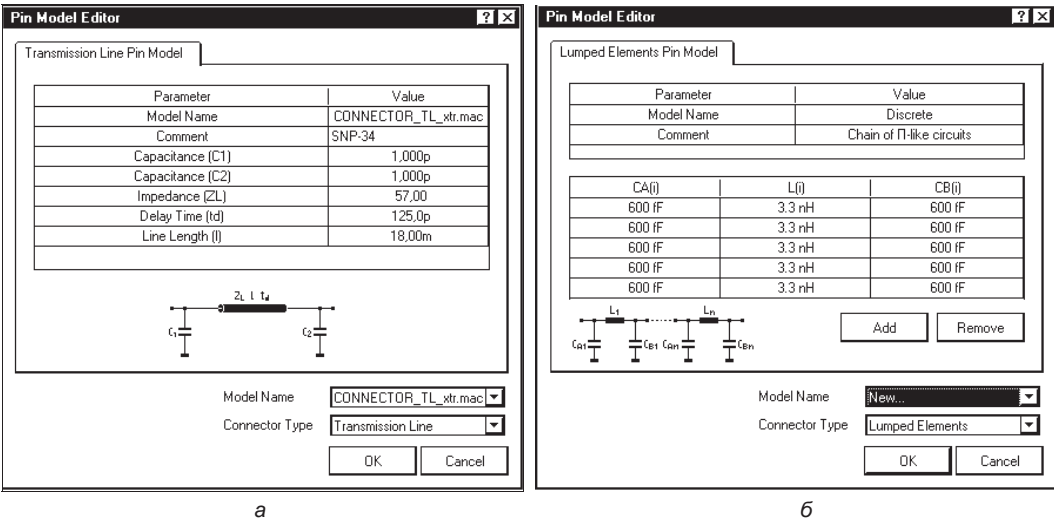

Рис. 8.60. Панель выбора модели для контактов соединителя: а — модель в виде линии передачи; б — модель в виде линии задержки из П-образных звеньев
- **Transmission Line Pin Model** — линия передачи с заданным временем задержки, волновым сопротивлением, физической длиной и с конденсаторами малой емкости на входе и выходе (рис. 8.60, а);
- **Lumped Elements Pin Model** — линия задержки из П-образных звеньев из двух конденсаторов и катушки индуктивности в каждом звене (рис. 8.60, б).
Все параметры той и другой модели настраивают в диалоговых окнах, показанных на рис. 8.60.